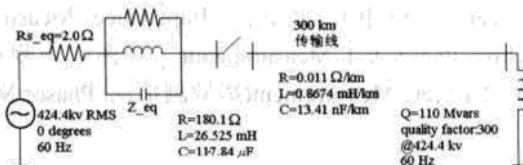
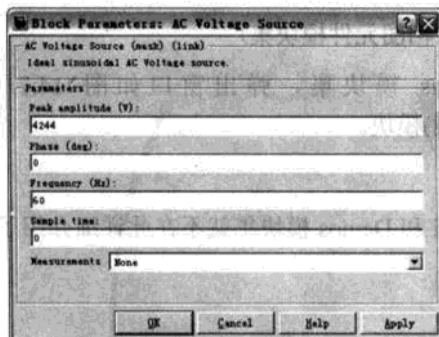
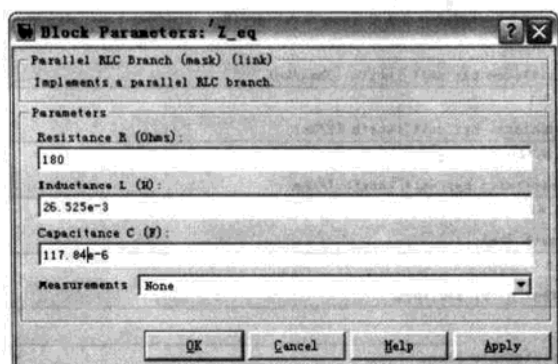
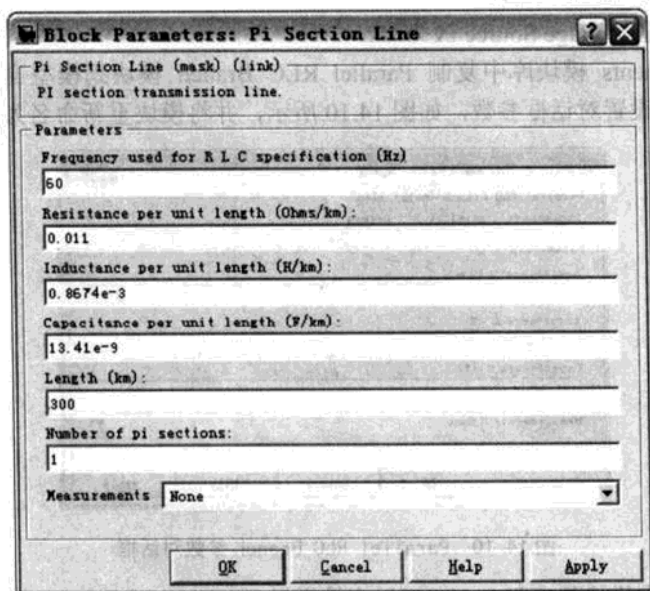

图 14.8 电路结构图
图 14.9 AC Voltage Source 模块参数对话框
图 14.10 Parallel RLC Branch 参数对话框
图 14.12 PI Section Line 模块参数对话框
- (1) 新建一个 Simulink 窗口用来创建电路模型,并保存为 model14to01.mdl。
- (2) 打开 Electrical Sources 模块库,复制 AC Voltage Source 模块到 model14to01.mdl 模型窗口。
- (3) 双击 AC Voltage Source 模块,打开参数对话框,根据图 14.8 中的参数设置 amplitude, Phase 和 Frequency 参数,如图 14.9 所示。
(4) 将模块名 Voltage Source 改为 Vs。
(5) 从 Elements 模块库中复制 Parallel RLC Branch 模块到模型窗口中，并双击模块，根据图 14.8 设置对话框参数，如图 14.10 所示，并将模块重新命名为 Z_eq。
(6) 图 14.8 中描述的电阻 R_{s_eq} 可以直接通过 Parallel RLC Branch 模块来实现。可以直接右键拖放复制窗口中已经存在的 Parallel RLC Branch 模块，命名为 R_{s_eq} ，设置参数 Resistance R 为 2.0，Inductance L 为 inf，Capacitance C 为 0。
(9) 从 Elements 模块库中复制 PI Section Line 模块到 model14to01.mdl 模型中，双击模块，按照图 14.8 设置对话框，如图 14.12 所示。